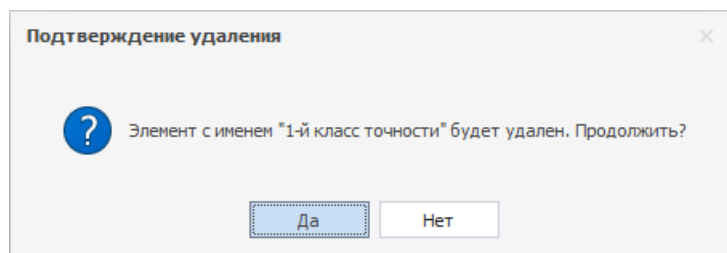

Рис. 100 Подтверждение удаления
3. В окне «Подтверждение удаления» нажмите «Да» для подтверждения удаления шаблона правил, либо «Нет» для отмены действия, Рис. 100.